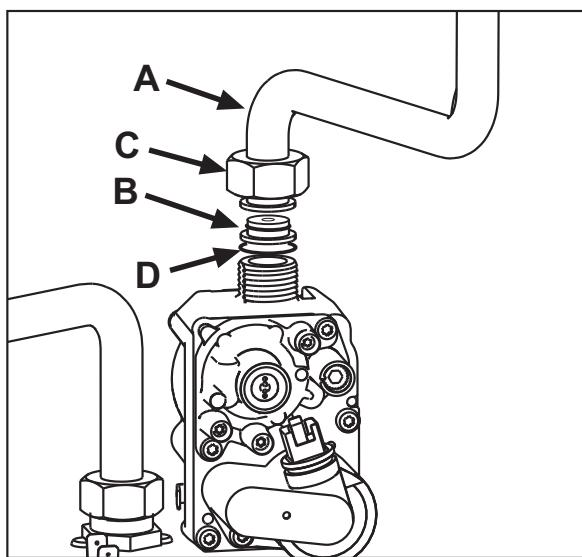

fig. 22
3. Deșurubați piulița C și scoateți tubul de gaz A de pe valva de gaz (vezi fig. 22).
4. Înlăcuți duza B introdusă pe tubul de gaz cu cea aflată în kitul de transformare, interpunând garnitura D (vezi fig. 22).